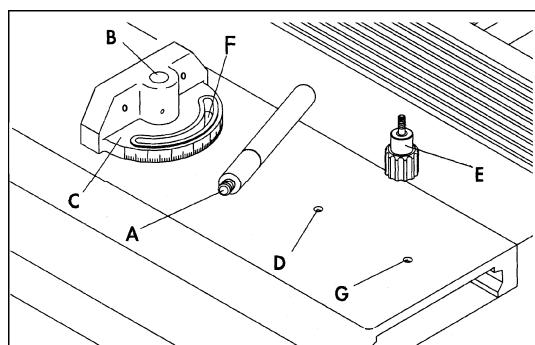

Рисунок 10
1. Вставьте шток (A, рис. 10) узла прижима в отверстие (B, рис. 10) корпуса углового упора (C, рис. 10), затем закрутите шток (A, рис.10) в отверстие (D, рис. 10) каретки.
2. Вставьте ось фиксирующей ручки (E, Рис.10) в паз (F, Рис. 10) углового упора и завинтите ось в отверстие (G, Рис. 10) каретки.